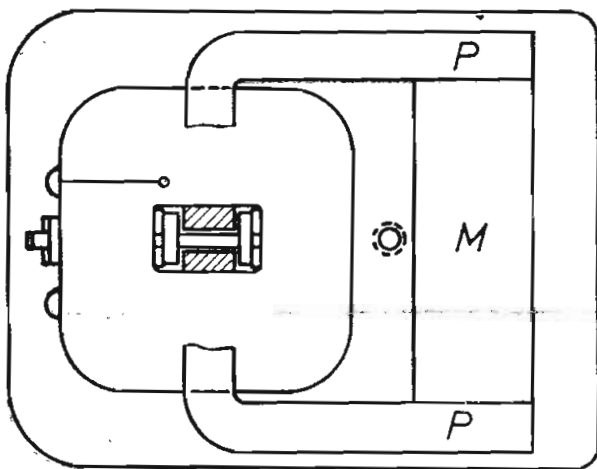
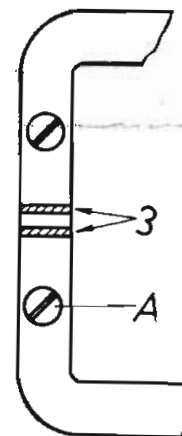
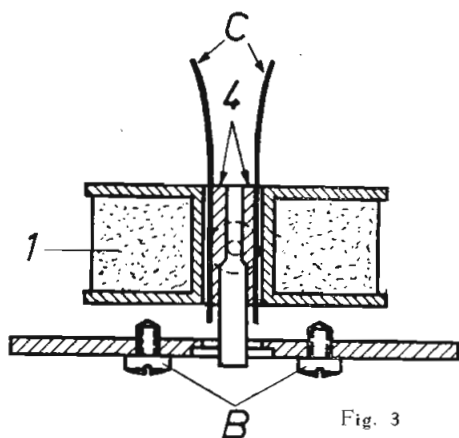
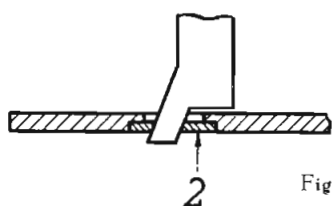

Fig. 1
Fig. 2
Fig. 3
Fig. 4
Het magneetsysteem, voorkomende in de grammofoonopnemer van de 5902 en 952 A (zie fig. 1), werd
tot dusverre als een complete samenstelling geleverd. De voorraad hiervan loopt echter ten einde en gezien de geringe vraag zou het vervaardigen van een nieuwe serie van dit onderdeel op het bezwaar stuiten, dat door het kleine aantal de kostprijs aanmerkelijk hoger zou komen te liggen. Het leek ons daarom meer verantwoord, door het fabriceren van enkele losse onderdelen, reparaties van dit magneetsysteem toch nog mogelijk te maken. Uit de praktijk is gebleken dat het vervangen van deze systemen voornamelijk nodig was door het verhard van de rubber waarmee de naaldhouder is gecentreerd. Het vervangen van deze rubber is dan ook als regel voldoende om het systeem weer bruikbaar te maken. Ook komt het voor dat het spoeltje is verbrand, doordat bij vergissing de opnemer op het net werd aangesloten. In dit geval raden wij aan, niet te volstaan met het vervangen van het spoeltje, maar eveneens de centreerrubber te vernieuwen. Soms is het al voldoende als alleen de sponsrubber pos. 3 in fig. 2 wordt vervangen. Mocht ook de ring, pos. 2, in fig. 4 verhard zijn, dan kan een nieuwe ring over de naaldhouder worden geschoven en in de daarvoor bestemde uitsparing in de grond-
Nadat de schroefjes A, zie fig. 2 (maten 2 x 4 mm) zijn teruggedraaid en de schroefjes B, zie fig. 3 (maten 2 x 4 mm) zijn verwijderd, kunnen de poolschoenen (P) en de magneet (M) worden weggenomen, zie fig. 1. Met het oog op verlies aan magnetisme is het nodig, de magneet met een stuk ijzer kort te sluiten, alvorens de poolschoenen worden verwijderd.
Tegelijk met het spoeltje komen de beide lange stripjes rubber pos. 4 in fig. 3 en de twee kleine stukjes sponsrubber pos. 3 in fig. 2 vrij. Voor het monteren moet het nieuwe rubberstripje door midden worden geknipt. Dit wordt namelijk in één lengte geleverd om er zeker van te kunnen zijn, dat beide stripjes even dik zijn en het anker dus precies wordt gecentreerd. Tegen beide zijden van het anker wordt nu tussen de centreerringen een rubberstripje gedrukt, waarna het spoeltje met behulp van twee voelertjes, (pos. C in fig. 3) weer op zijn plaats wordt gebracht. Let hierbij op de juiste stand van de soldeerpunten, zie fig. 1. Het monteren van de magneet en de poolschoenen geschiedt als volgt. Breng een voor een de poolschoenen aan en draai de bevestigingsschroeven in de grondplaat bijna vast. De geprofileerde zijde van de poolschoen moet zich hierbij aan de kant van de montageplaat bevinden. Vervolgens wordt de magneet tussen de poolschoenen geschoven en de magnetische kortsluiting opgeheven. Voor de juiste plaats van de magneet zie fig. 1. De bevestigingsschroeven van de poolschoenen dienen om het spoeltje op zijn plaats te houden. Ze moeten dan ook voorzichtig — om en om — worden aangedraaid, totdat het spoeltje voldoende vast zit, daarna worden ze afgelakt. Tot slot worden de stukjes sponsrubber, pos. 3 in fig. 2 aangebracht. Door een grammfoonnaald in de naaldhouder te steken en het anker heen en weer te bewegen kan voldoende ruimte worden vrijgemaakt voor het tussenschuiven van de sponsrubber. Voor het geval dat men zelf de rubberstukjes wil snijden geven wij hiervan de maten: